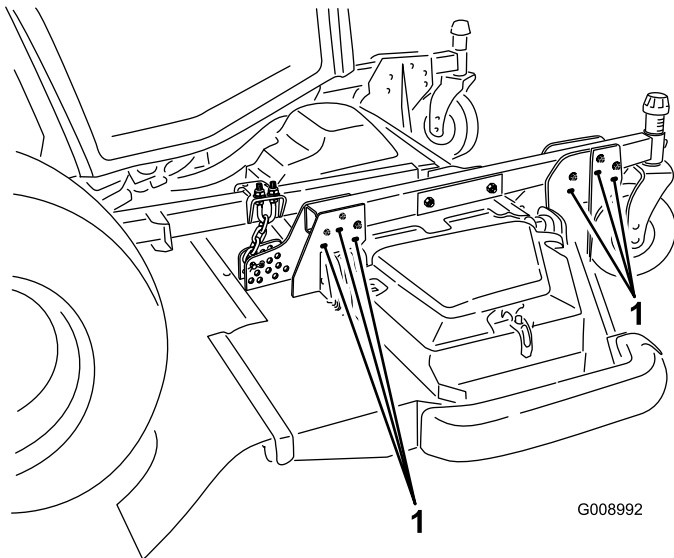

Bild 27
7. Um eine Schnitthöhe von 102 bis 153 mm zu erhalten, entfernen Sie die Befestigungsschrauben, mit denen die Hängehalterungen des Mähwerks an den Schnitthöhenlaufadarmen befestigt sind. Befestigen Sie die Hängehalterungen des Mähwerks dann in den unteren Löchern an den Schnitthöhenlaufadarmen (Bild 27).